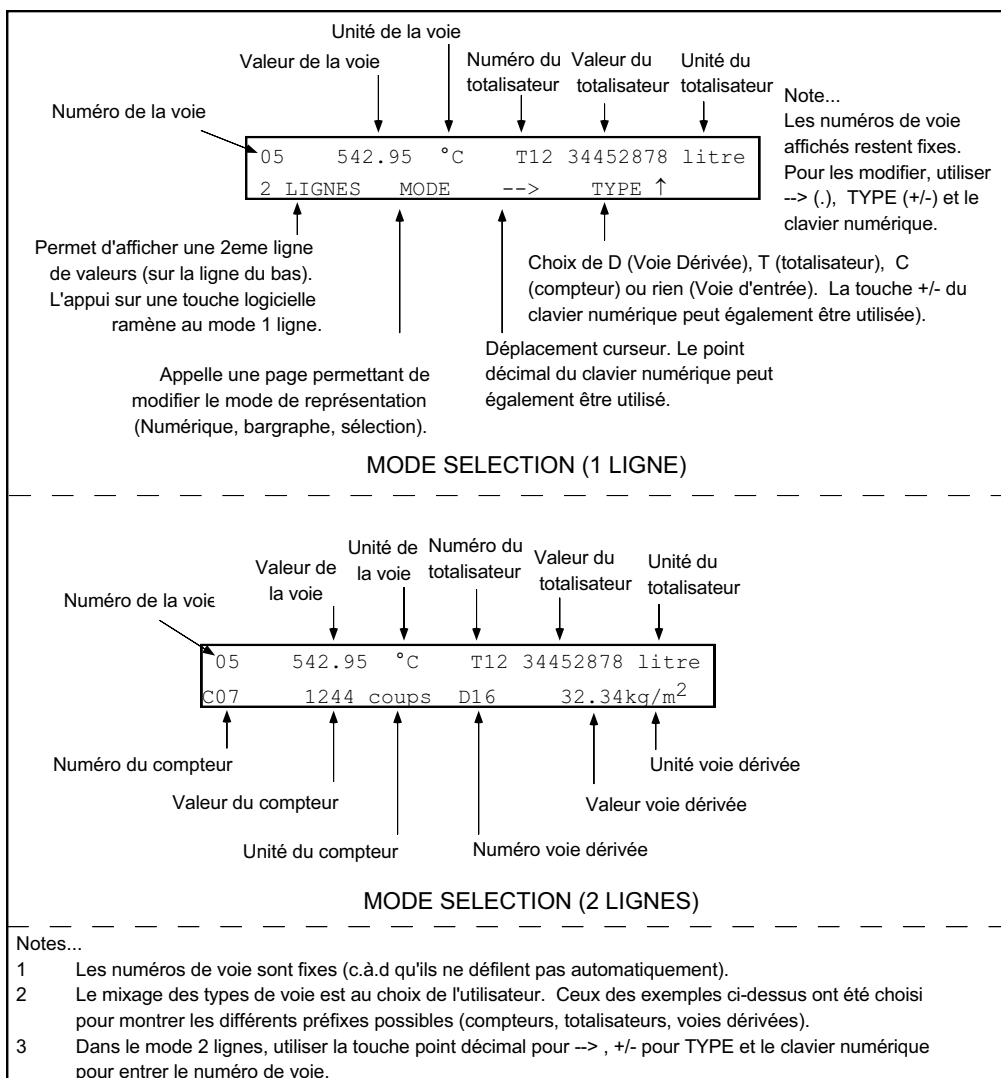

Figure 3.2.1c Modes sélection
- Sélection** Permet d'afficher jusqu'à 4 variables au choix, indépendamment des groupes. Ce mode peut faire apparaître 2 ou 4 valeurs comme indiqué en figure 3.2.1c. Pour sélectionner une voie, amener le curseur sur la position désirée en utilisant la touche logicielle ---> ou le point décimal du clavier numérique. Le type de variable (Voie dérivée, Totalisateur..) est sélectionné à l'aide de la touche logicielle TYPE ou de la touche +/- du clavier numérique. Le numéro de la voie est alors entré à l'aide du clavier numérique.